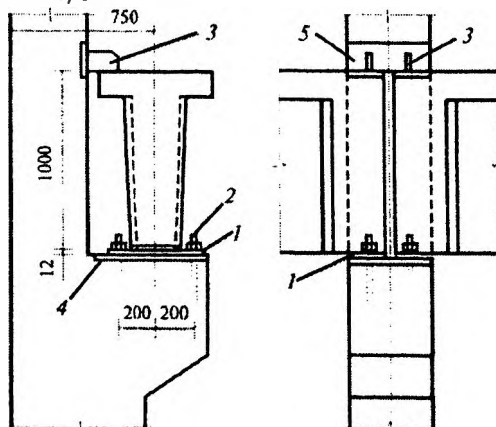

Рис. 16. Крепление железобетонных подкрановых балок к колоннам.
10.10. Какой цифрой на рисунке крепления железобетонных подкрановых балок к колоннам (рис. 16) обозначен опорный стальной лист?
10.11. Какой цифрой на рисунке крепления железобетонных подкрановых балок к колоннам (рис. 16) обозначен анкерный болт?
10.12. Какой цифрой на рисунке крепления железобетонных подкрановых балок к колоннам (рис. 16) обозначена стальная пластинка?
- 10.13. Какой цифрой на рисунке крепления железобетонных подкрановых балок к колоннам (рис. 16) обозначены закладные элементы колонны?